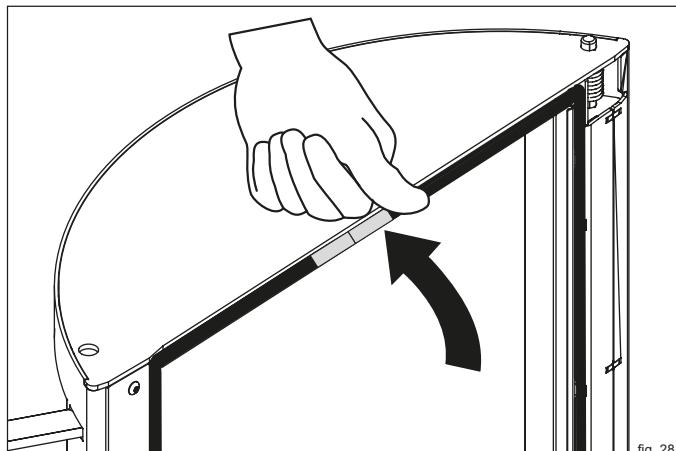

fig. 28
- Avvolgere l'estremità anche con il nastro di rame (fig. 20) e premere la guarnizione all'interno della guida (fig. 28)